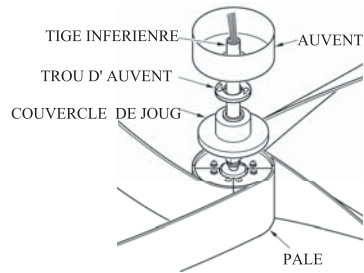
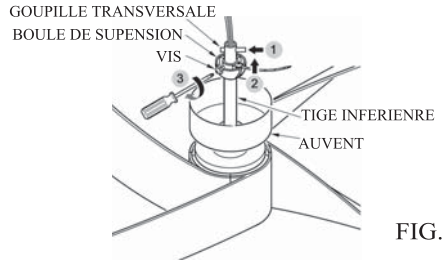

FIG.6
FIG.7
4. Glissez le couvercle du joug, le couvercle du trou de la canopée et la canopée sur la tige de suspension. Réinstallez soigneusement la boule de suspension sur la tige en vous assurant que la goupille transversale est dans la position correcte, que les vis de réglage sont serrées et que les fils ne sont pas torsadés. (Voir Fig.6 et Fig.7)